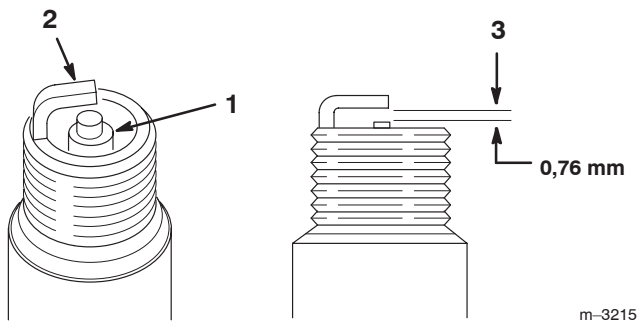

Bild 59
1. Sehen Sie sich die Mitte der Zündkerzen an (Bild 59).
2. Prüfen Sie den Abstand zwischen den mittleren und seitlichen Elektroden (Bild 59) und biegen die seitliche Elektrode bei falschem Abstand zurecht.